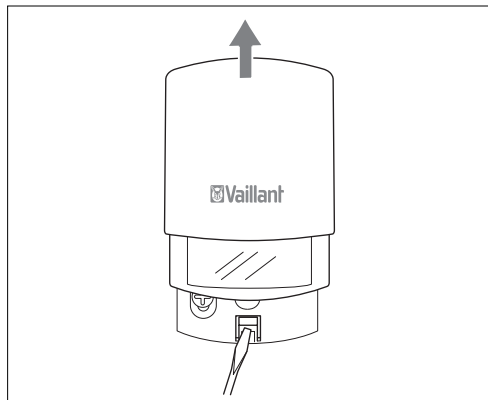

Fig. 3.1 Desmontar el sensor exterior vía radio
- ⇒ Inserte un destornillador en la lengüeta de encastre del zócalo de pared. Extraiga hacia arriba el sensor exterior vía radio, sacándolo del zócalo de pared (v. fig. 3.1).